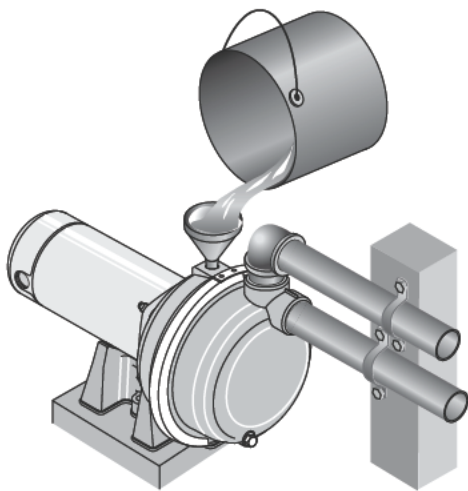

Figura 5 - Llene la bomba antes de comenzar
Paso 3. Llene la bomba y el tubo de succión con agua (figura 5).